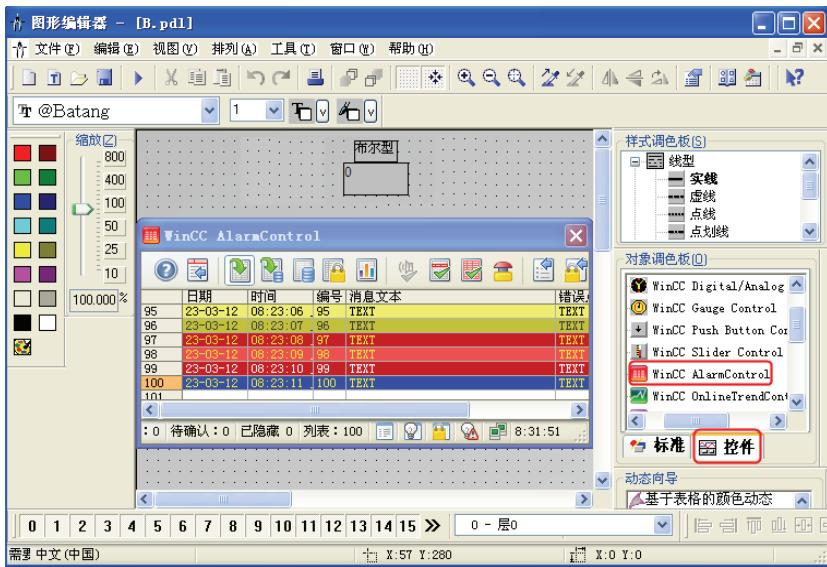

图 6-17 向画面中插入“WinCC AlarmControl”控件
- 1) 如图 6-17 所示，在“对象调色板”中，先选中“控件”，再选中“WinCC